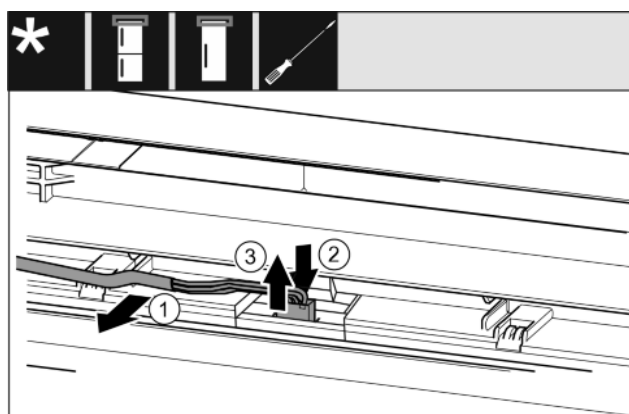

Fig. 16
- ▶ Šedý kabel opatrně uvolněte z vedení ve dveřích. Fig. 16 (1)
- ▶ Zatlačte lamelu za zástrčkou směrem dozadu. Fig. 16 (2)
- ▶ Zástrčku opatrně vytáhněte směrem nahoru. Fig. 16 (3)